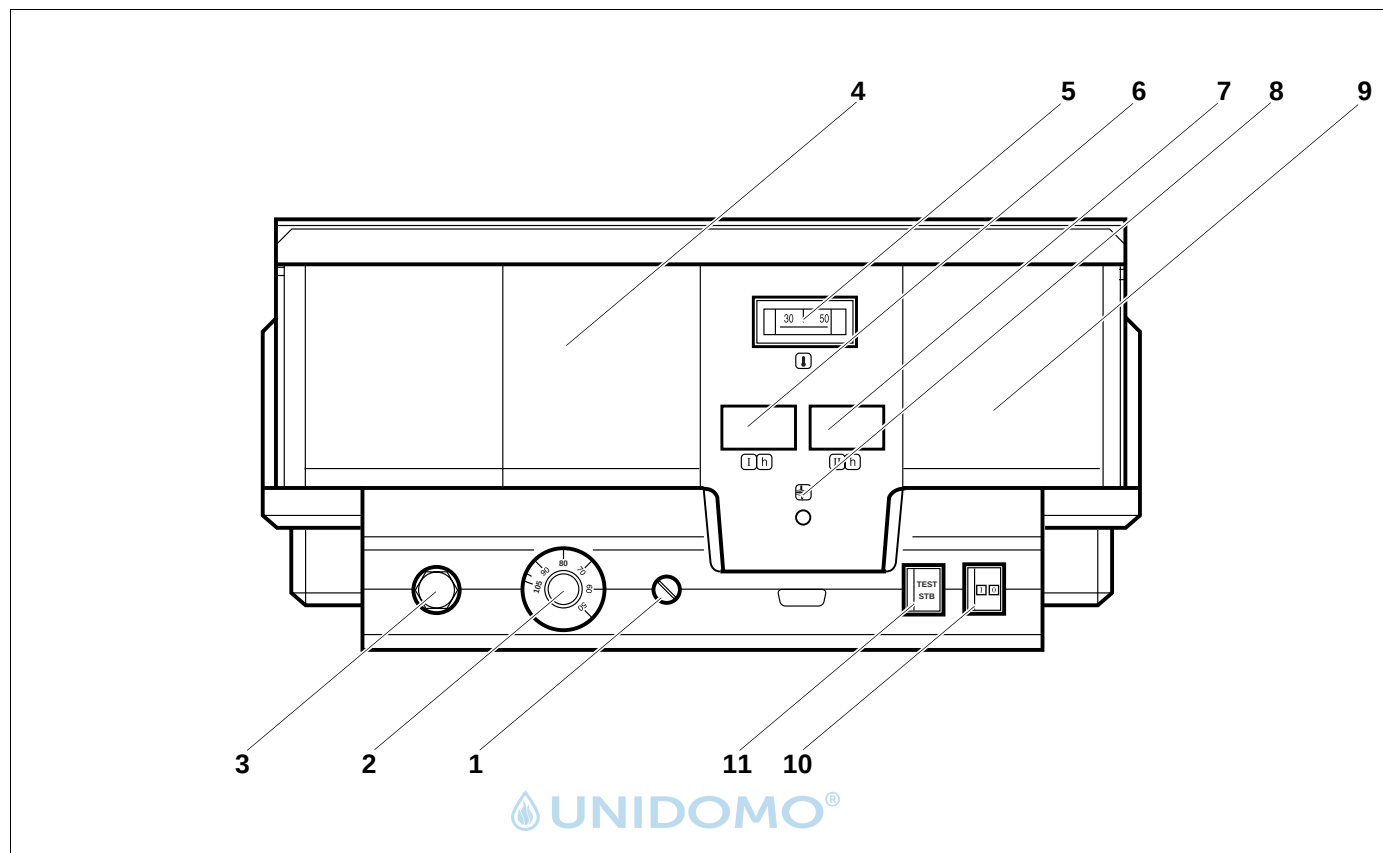
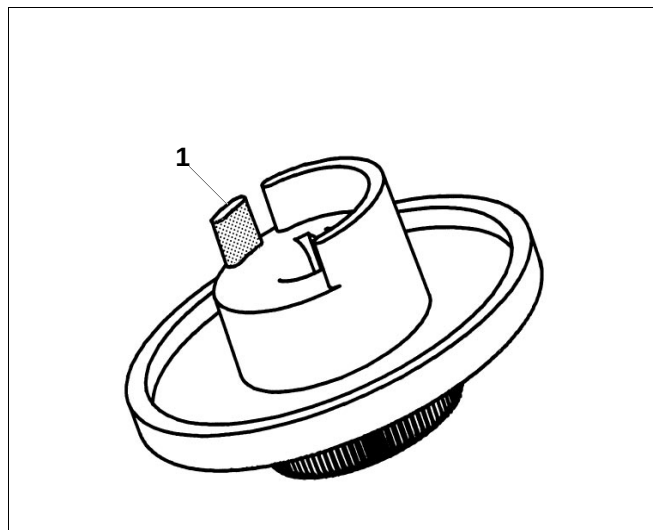

Abb. 1 Bedienelemente Regelgerät Logamatic 4212
Abb. 5 Einstellknopf
Legende für Abb. 1
Ist der Kessel mit einem Kesselbetriebsmodul ZM 427 oder externer Regelung ausgerüstet, muss der Kesselwasser-Temperaturregler (Abb. 1, **Pos. 2**) auf mindestens 80 °C eingestellt werden.
Der Kesselwasser-Temperaturregler (Abb. 1, **Pos. 2**) ist ein Zweibahnentemperaturregler für den 2-stufigen Brennerbetrieb.
Leuchtet die Anzeige Brennerstörung (Abb. 1, **Pos. 8**), verständigen Sie zur Störungsbehebung Ihre Heizungs-firma.
Die Taste STB (Abb. 1, **Pos. 11**) ist für die Prüfung des Sicherheitstemperaturbegrenzers (Abb. 1, **Pos. 3**) durch die Heizungsfirma.
- Taste STB (Abb. 1, **Pos. 11**) drücken und gedrückt halten bis STB (Abb. 1, **Pos. 3**) ausgelöst wird.
- Zur Entriegelung des Sicherheitstemperaturbegrenzers (Abb. 1, **Pos. 3**) muss die Hutmutter am STB abgedreht und der darunter liegende Entstörknopf eingedrückt werden.
- Einstellknopf (Abb. 5) vom Kesselwasser-Temperaturregler (Abb. 1, **Pos. 2**) abziehen.
- Anschlagnocken (Abb. 5, **Pos. 1**) abbrechen.
- Einstellknopf wieder auf Kesselwasser-Temperaturregler (Abb. 1, **Pos. 2**) aufstecken.